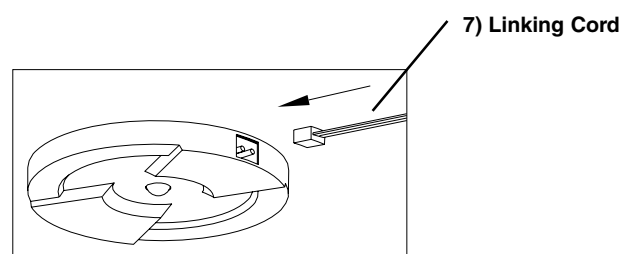

Fig. 3
8. **Pour l'installation de plusieurs unités** – Installer l'unité ou les unités suivantes en série. La distance recommandée est 18 po. Note : maximum de 7 unités sur un transformateur. Brancher le **cordon de liaison (7)** à toutes les unités. **Voir la fig. 3.**
9. **Une fois l'installation de toutes les unités complétée, brancher l'unité en tête au transformateur (1) à l'aide du cordon d'alimentation principal (3).**
10. **Connecter le cordon d'alimentation (2)** au transformateur et brancher dans une prise murale.
- 8. If installing multiple units-** Install next unit(s) in series. Recommended distance is 18". Note- Max. of seven units can be installed on Transformer. Connect **Linking Cord (7)** to all units.- **See Fig. 3.**
- 9. Once all units have been installed- connect lead unit to Transformer (1) with Main Supply Cord (3).**
- 10. Connect power cord (2)** to Transformer (1) and plug into wall outlet.
- 8. Si esta instalando unidades múltiples-** Instale la(s) próxima(s) unidad(es) en la serie. La distancia recomendada es de 18". Nota- Un Máximo de siete unidades se pueden instalar en el Transformador. Conecte con un Cordón Conectador (7) a todas unidades.- **Vea Fig. 3.**
- 9. Una vez todas las unidades se hayan instaladas- conecte la unidad principal al Transformador (1) con el Cordón de Suministro Principal (3).**
- 10. Conecte el Cordón Eléctrico (2)** al Transformador y enchúfelo al toma de corriente de la pared.